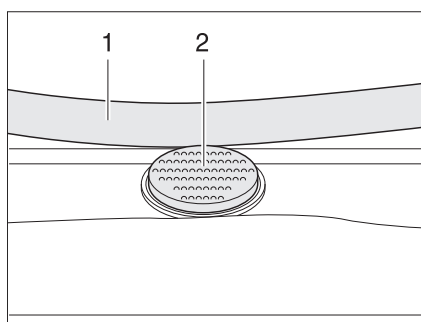

Fig. 45 Botón de seguridad en la claraboya Heki
- Pulsar el botón de seguridad (Fig. 45,2) y tirar la horquilla (Fig. 45,1) hacia abajo con ambas manos.
- Presionar el estribo hacia arriba con ambas manos hasta que la horquilla se encuentre encima del botón de seguridad (Fig. 45,2).